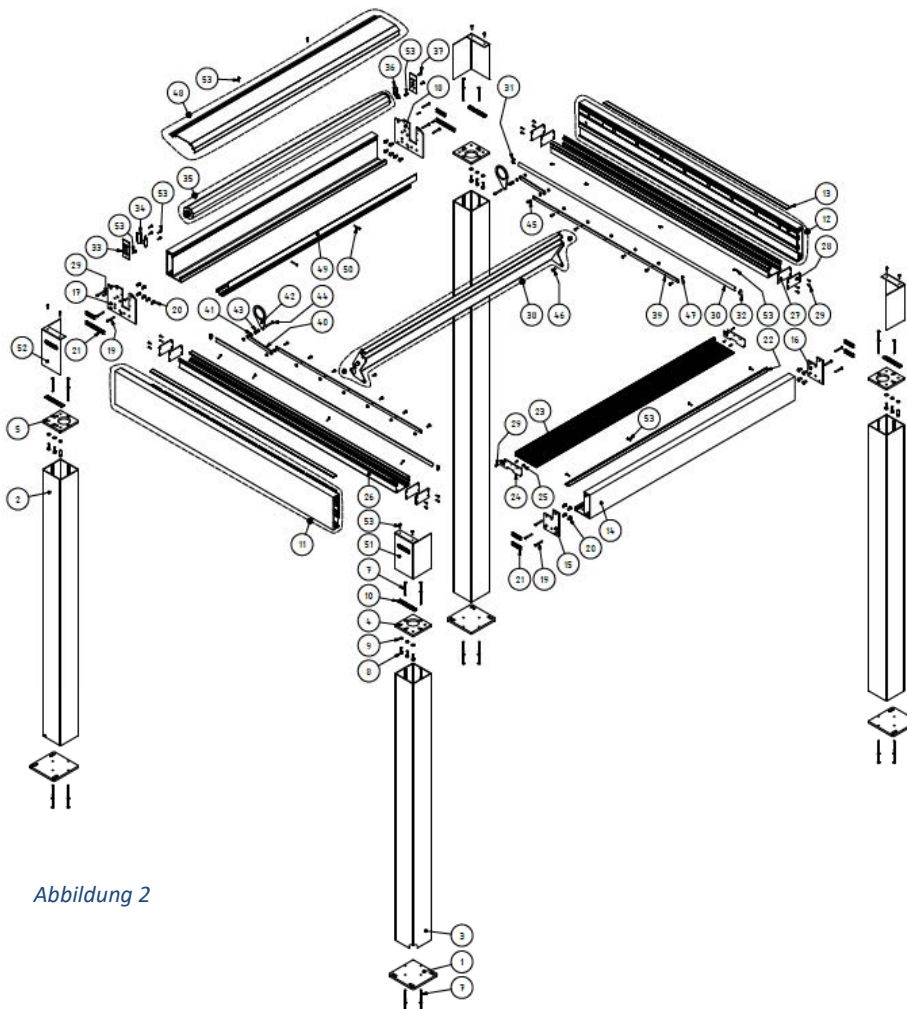

Abbildung 2
- » 1 x Explosionszeichnung (DIN A3) der Anlage (Abbildung 2)
In den folgenden Kapiteln verweisen alleinstehende Zahlen in Klammer auf die Positionszahlen der Explosionszeichnung (Abbildung 2).